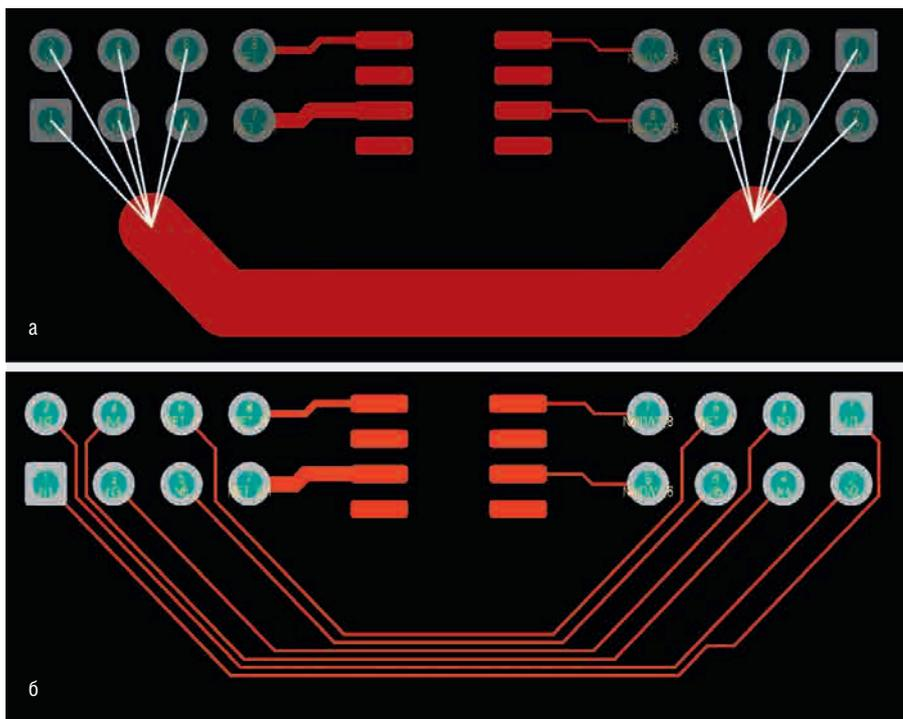

Рис. 5. Прокладка проводников механизмом *ActiveRoute* с применением направляющей:
3. Сформировать направляющую (см. рис. 5а).
4. Выполнить команду *ActiveRoute* (см. рис. 5б).